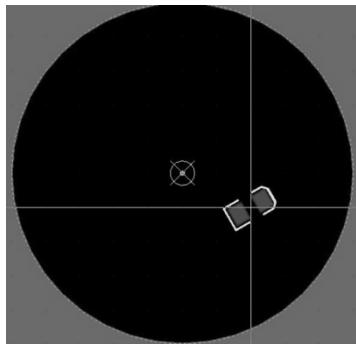
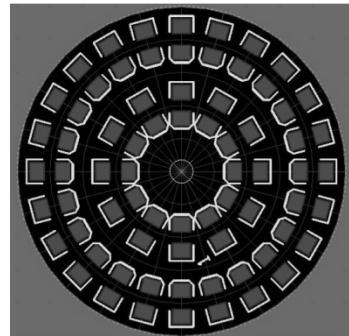

图 12-54 LED 灯珠的放置
图 12-55 极坐标放置 LED 灯珠效果
(5) 按快捷键“TP”，更改空格旋转角度为 15° ，拖动 LED 灯珠进行放置，如图 12-54 与图 12-55 所示。